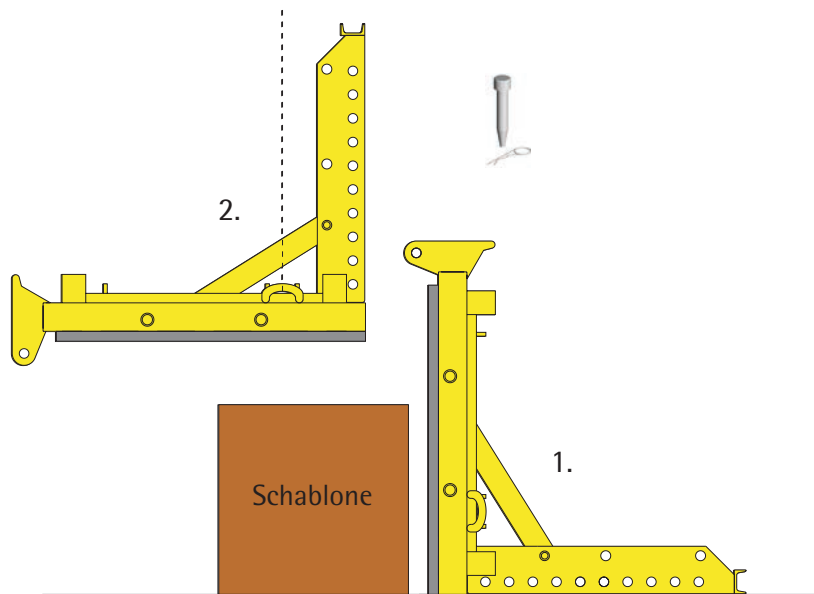

Abb.13
1. Zweite Einheit vormontieren (ohne Richtstreben und Arbeitsplattform, S.11, Abb. 13).